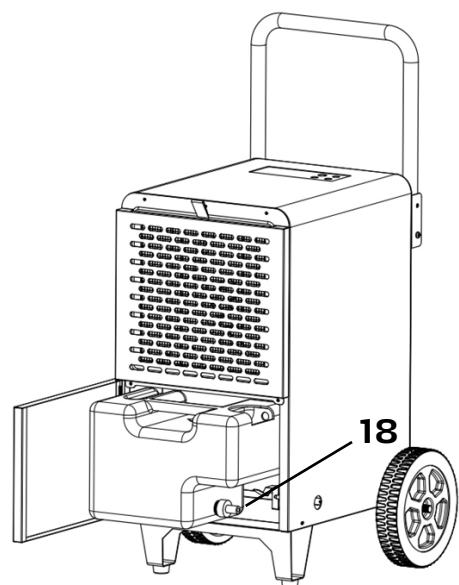

Abb. 8
Um die Betriebszeit des Bautrockners zu erweitern, besteht die Möglichkeit einen Ablaufschlauch am Kondensatbehälter anzubringen. Dadurch wird ein kontinuierliches Abfließen der Kondensatflüssigkeit möglich (s. Abb. 8 und 9):
- Verschluss (18) am Ablaufstutzen lösen und herausziehen (Abb. 8 u. 9)